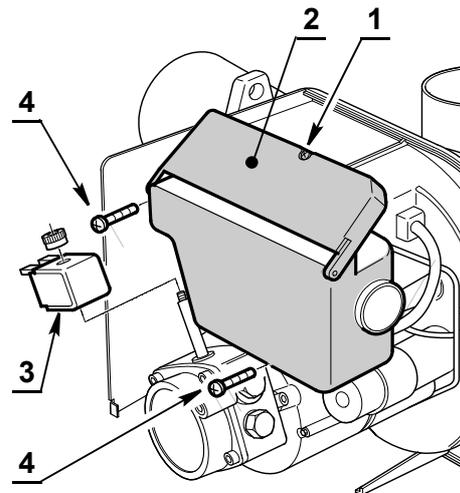

Abb. 14
- Die Schraube 1)(Abb. 14) lösen und die Schutzvorrichtung 2) öffnen.